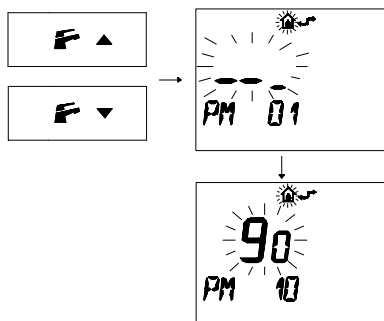

Figura 5.35
- Premere i pulsanti **▶ IP** o **◀ IP** per visualizzare la programmazione **"PM10"** selezione della frequenza di accensione (Figura 5.35).
Nella Figura 5.35 si visualizza un SET programmato di **90** corrispondente ad un tempo di riaccensione di 3 minuti circa. Il campo di regolazioni è da 0 a 8 minuti e mezzo.